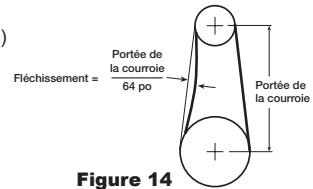

Figure 14
- 8b. La tension de la courroie doit être ajustée de façon à permettre un fléchissement de 0,15 mm par centimètre (1/64 po par pouce) de portée de la courroie. Par exemple, une courroie de 381 mm (15 po) de portée doit présenter un fléchissement de 5,95 mm (15/64 po) (ou environ 6 mm [1/4 po]) lorsqu'une pression modérée du pouce est exercée au milieu entre les poulies. Voir la Figure 14.
Modèles 56JP02, 56JN99, 56JP01, 56JP05, 56JP07, 56JP10, 56JP12, 56MW69, 56JP11, 56MW70, 56JN93, 56JN94, 56JN95, 56MW71, 4YY22, 5DV07, 5DV08, 56JP04, 56JN96 : La tension de la courroie doit être ajustée de façon à permettre un fléchissement de 0,15 mm par centimètre (1/64 po par pouce) de portée lorsqu'une pression modérée du pouce est exercée sur la courroie. Voir la Figure 14.
3. Démarrer la tourelle et l'arrêter immédiatement pour vérifier que le sens de rotation de la turbine correspond à la flèche dans le compartiment du moteur. Voir la Figure 14.